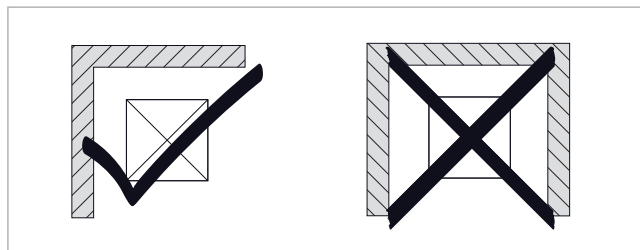

Abb. 4: Aufstellbedingungen in der Nähe von Wänden
- Wärmepumpe nicht in dreiseitig geschlossenen Strukturen aufstellen, siehe → Abb. 4.